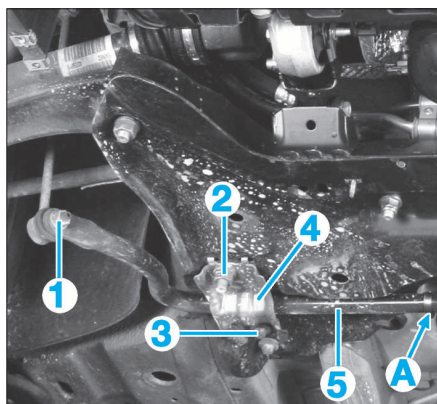

FIG. 14
- les écrous (1) (Fig.14).
- les écrous (2)
- les vis (3)
- les brides (4)
- la barre stabilisatrice (5).